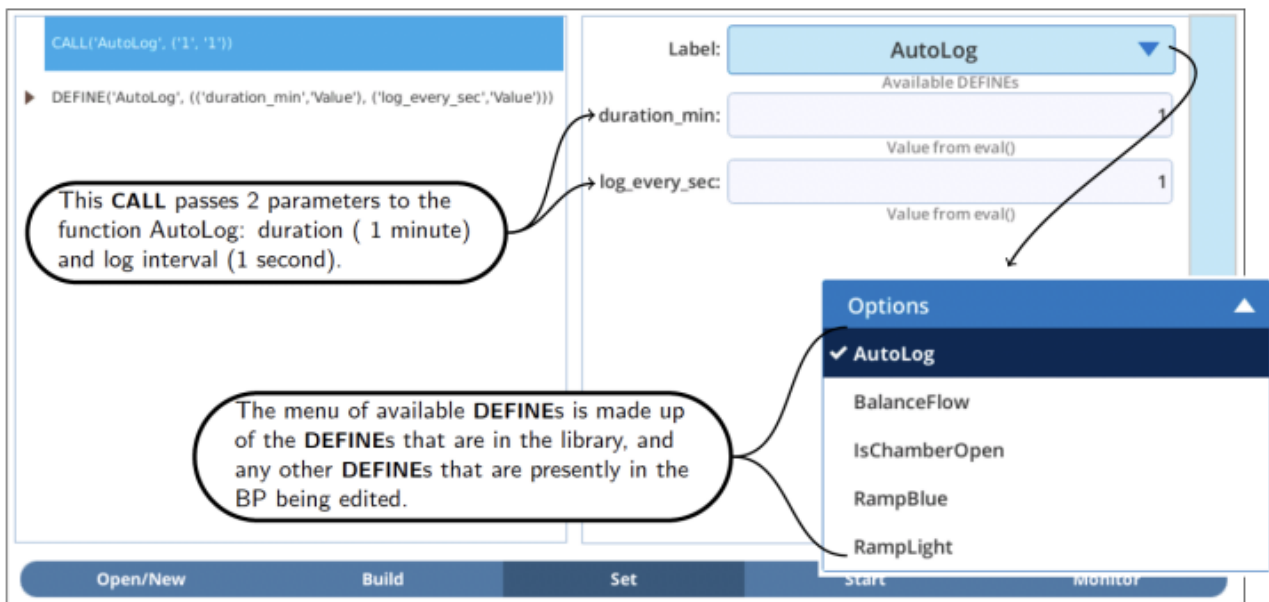

图 29: 配置第一个子程序
4. 切换到 **Set** 屏幕, 设置 CALL 来调用正确的子程序 (图 29)